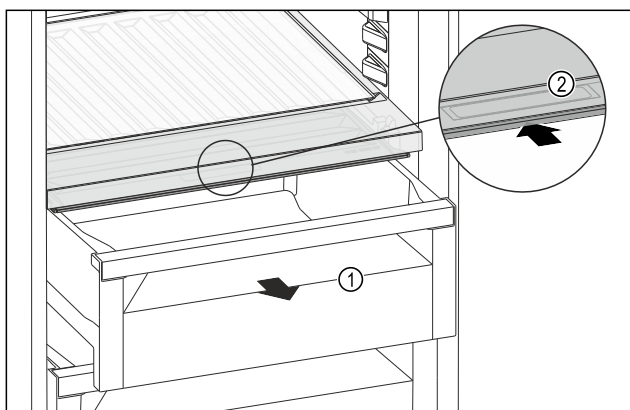

Fig. 157
- Vytiahnite zásuvku Fig. 157 (1).
- Uchopte priehlbinu na rukoväť Fig. 157 (2) na veku zásuvky a súčasne tlačte veko zásuvky dozadu.